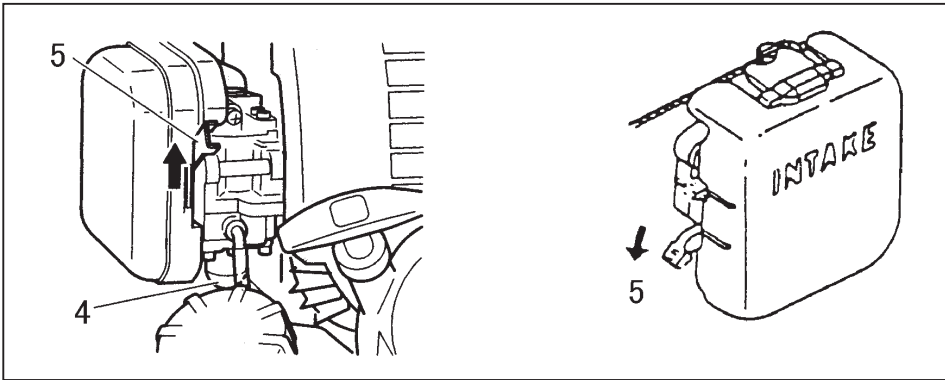

Fig. 2-3
- * Push priming bulb (4) several times so that fuel flows through return pipe. (If so equipped) (Fig. 2-3)
2. With the safety trigger (2) pressed (if so equipped), pull throttle trigger and push throttle lock (3), then slowly release the throttle trigger first, then the safety trigger. This will lock the throttle in starting position.
3. Set choke lever to CLOSED position (5). (Fig. 2-3)
- * Presser la poire d'amorçage (4) à plusieurs reprises pour que le carburant puisse s'écouler de la poire dans le tuyau de retour. (Si la machine en est munie) (Fig. 2-3)
2. Tout en appuyant sur le blocage de gâchette d'accélérateur (2) (s'il en est muni), tirer sur la commande d'accélérateur et pousser le blocage d'accélérateur (3). Relâcher ensuite lentement la commande d'accélérateur en premier, puis le blocage de gâchette d'accélérateur. Ceci verrouillera le papillon de commande des gaz sur la position de démarrage.
3. Régler la manette d'étranglement sur la position CLOSED (5). (Fig. 2-3)
- * Premere ripetutamente il bulbo (4) della pompa di adescamento per far affluire la miscela al carburatore attraverso il tubo di ritorno. (se la macchina ne è fornita) (Fig. 2-3)
2. Premendo sul salvavita (2) (se la macchina ne è fornita), tirare la leva dell'acceleratore e premere il pulsante di bloccaggio acceleratore (3), quindi rilasciare lentamente prima la leva dell'acceleratore e poi il salvavita. La leva dell'acceleratore rimane così bloccata in posizione di avviamento.
3. Chiudere l'aria portando la leva nella posizione CLOSED (5). (Fig. 2-3)
- * Die Ansaugpumpe (4) mehrmals betätigen, damit Kraftstoff durch das Rücklaufrohr fließt. (falls vorhanden) (Fig. 2-3)
2. Bei gedrücktem Sicherheitshebel (2) (falls vorhanden) den Gashebel anziehen und dann die Drosselklappensperre (3) drücken. Danach langsam zuerst den Gashebel, dann den Sicherheitshebel loslassen. Dadurch wird die Drosselklappe in Startposition arretiert.
3. Den Choke in Schließstellung CLOSED schieben (5). (Fig. 2-3)
- * Empujar varias veces el bulbo cebador (4) de manera que el combustible fluya a través de la tubería de retorno. (Si está provisto) (Fig. 2-3)
2. Con la traba de seguridad (2) presionada (si esta provista), tirar de la palanca del acelerador y empujar el bloqueo del acelerador (3), luego liberar rápidamente el acelerador y la traba de seguridad. Así quedará bloqueado el acelerador en la posición de arranque.
3. Poner la palanca del estrangulador en la posición cerrada CLOSED (5). (Fig. 2-3)
- * Pumpa på handpumpens blåsa (4) tills bränsle strömmar in i returledningen. (om så danfinns) (Fig. 2-3)
2. Med avtryckaren (2) nedtryckt (om sådan finns) skall du dra gasreglaget och trycka på gasregeringslåset (1). Släpp därefter först gasreglaget sakta och sedan avtryckaren (2). Detta gör att gasreglaget blir låst i startläget.
3. Skjut chokereglaget till stängt läge CLOSED (5). (Fig. 2-3)